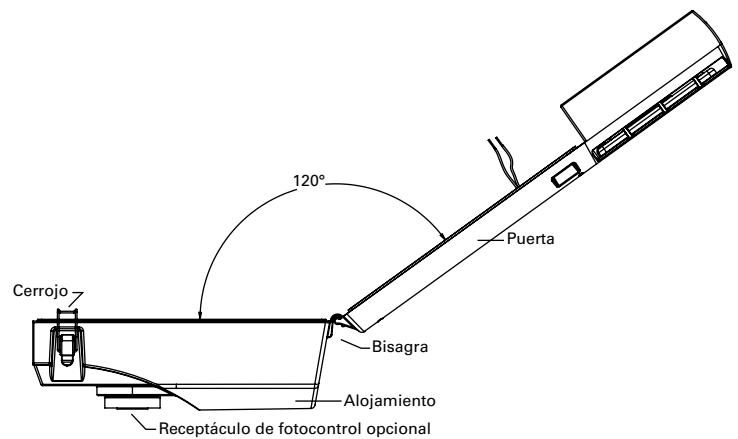

FIG. 1
PASO1. Con el alojamiento apoyado en una superficie suave y uniforme, abra la puerta de acceso liberando el cerrojo. Puede extraer la puerta abriéndola a aproximadamente 130° y elevándola sobre la bisagra. **FIG. 1**